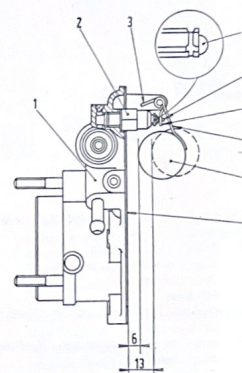

Fig. 1.17.- Esquema para el nivel del flotador.
- Comprobar que la válvula de aguja (2, Fig. 1.17) se acopla bien en su alojamiento.
- Sostener la tapa del carburador (1) en posición vertical, pues el peso del flotador (8) haría bajar la bola (4) montada sobre la aguja.
- Con la tapa vertical y la lengüeta (6) del flotador en ligero contacto con la bola de la aguja, el flotador debe distar 6 mm. del plano de la tapa, con la junta montada.
- Efectuada la nivelación, verificar que la carrera del flotador sea de 7 mm., modificando para ello, la posición del apéndice (3).
- Siempre que el flotador no se encuentre en la posición correcta, modificar la del brazo flotador (7) hasta conseguirlo, procurando que la lengüeta de contacto sea perpendicular al eje de la aguja y no presente rugosidades en el plano de contacto.